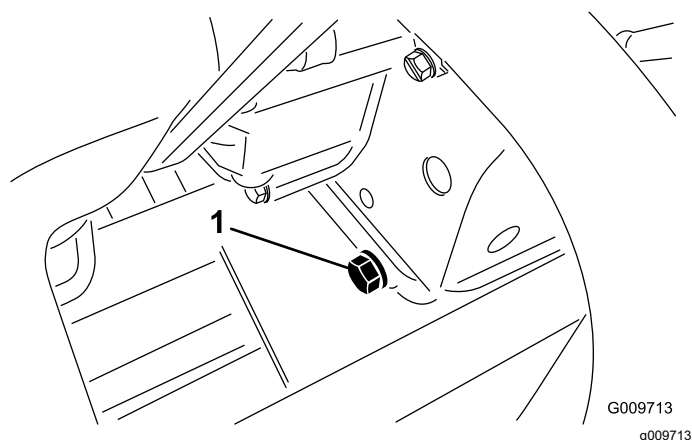

Figura 57
2. Togliete il tappo di spurgo (Figura 57) e lasciate defluire l'olio in una bacinella.